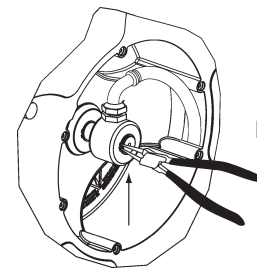

FIG 17.
3. Remove the circlip and pull the swivel. Be careful not to damage the swivel O-Ring (Fig. 17).
3. Ta loss segersäkring och dra loss sviveln. Var försiktig så att inte svivelns O-Ring skadas (Fig. 17).